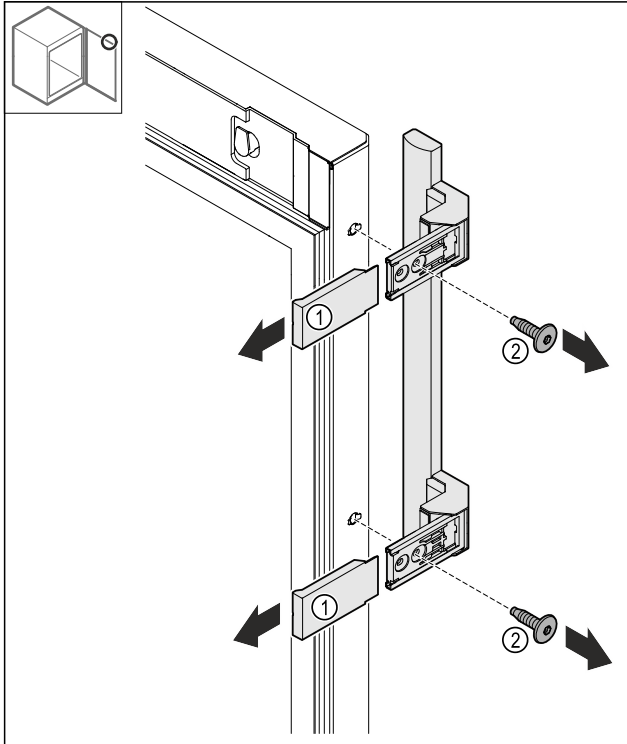

Fig. 20
- Abdeckungen Fig. 20 (1) abziehen.
- Schrauben Fig. 20 (2) lösen.